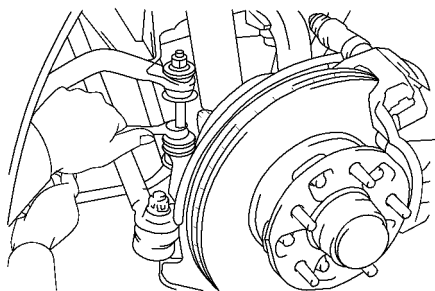

图 14-96 从下悬架臂脱开稳定杆
(1) 拆下前车轮。
(2) 从下悬架臂脱开减振器。
(3) 从下悬架臂脱开稳定杆。旋下稳定杆螺栓下侧的螺母，拆下护圈和弹性垫，从下悬架臂脱开稳定杆，如图 14-96 所示。
(4) 拆下下悬架臂。